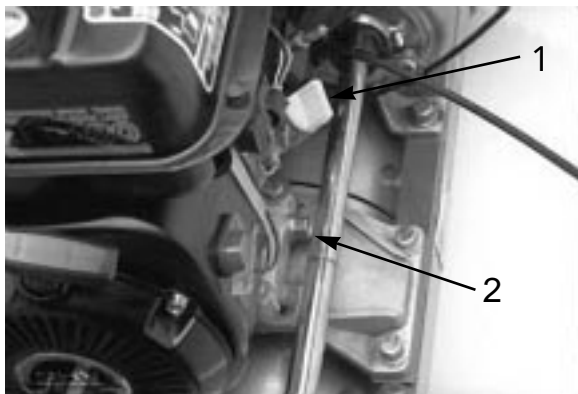

図 28
2. ゲージ周囲をきれいに拭く（図28）。
2. ドレン・プラグの下に廃油受けを置く（図28）。